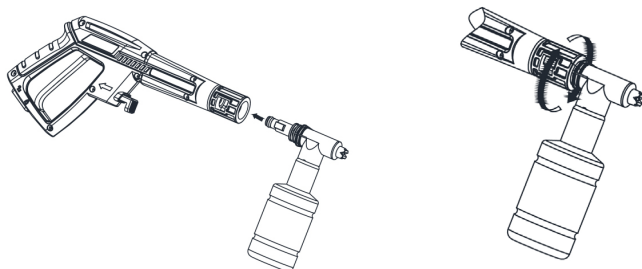

рис. 6
- присоединить к пистолету насадку-распылитель (вместе с бачком), как показано на рис.6;